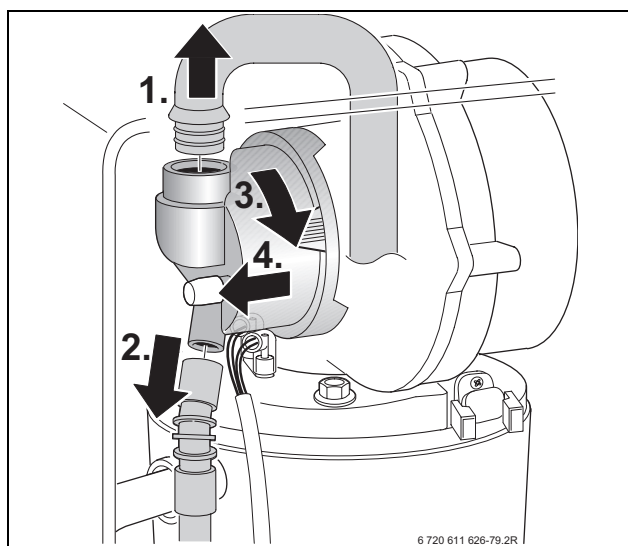

Fig. 48
- Smontare il miscelatore (per le operazioni appena descritte seguire le fasi 1, 2, 3, 4 indicate nella fig. 48).
- Togliere il coperchio fig. 48.